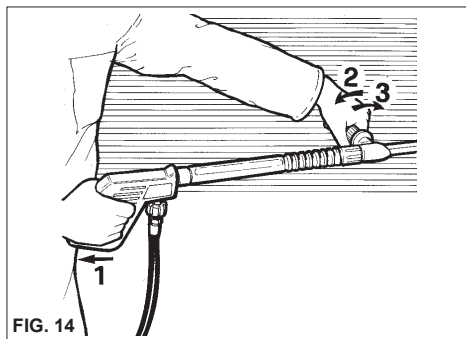

FIG. 14
La doppia lancia permette di selezionare il getto d'acqua a bassa e alta pressione. La selezione della pressione viene fatta con la pistola in pos. 1. Alta pressione pos. 2. Bassa pressione (fig. 14).